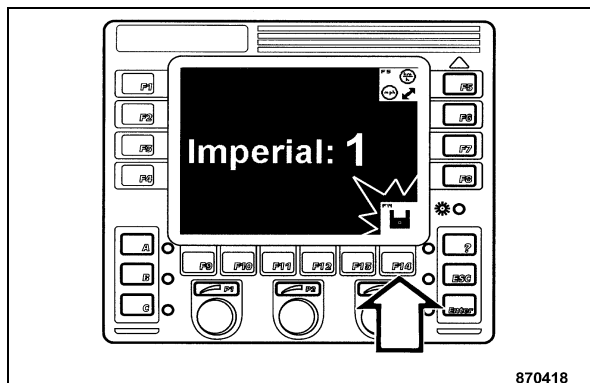

Fig. 82
- Appuyer sur la touche "F14" (Fig. 82) pour sauvegarder la sélection.